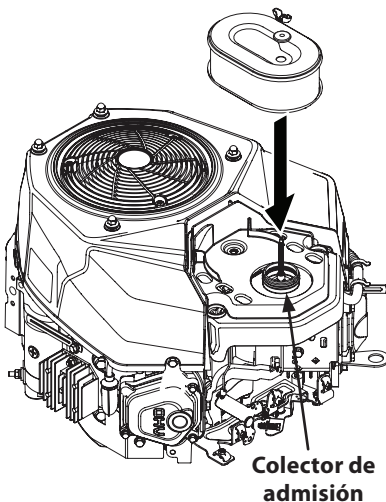

Figura 6-7
- Conecte el nuevo filtro de aire con elemento de espuma alineando el orificio en el filtro de aire con el colector de admisión. Vea la Figura 6-7.